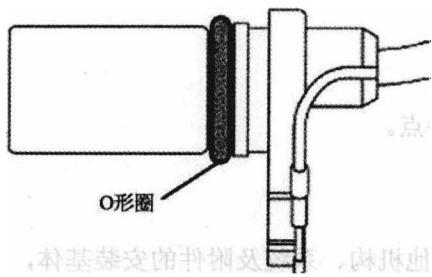
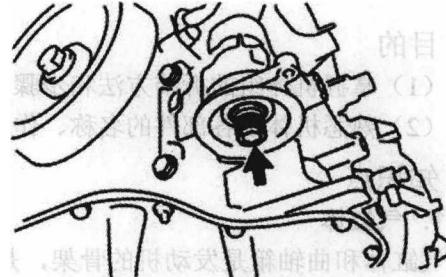

图 1-29 安装曲轴位置传感器
图 1-30 安装机油滤清器接头
- (24) 安装新的垫片和油底壳排放塞，扭矩为 $25\text{N}\cdot\text{m}$ ($255\text{kgf}\cdot\text{cm}$, $18\text{ft}\cdot\text{lbf}$)。
- (25) 安装水泵，安装水泵带轮。
- (26) 安装曲轴位置传感器，在传感器的 O 形圈上涂抹一薄层发动机机油，如图 1-29 所示。将曲轴位置传感器的夹箍安装到水泵上。
- (27) 安装曲轴带轮。
- (28) 安装链条张紧器总成。
- (29) 检查并调整气门间隙。
- (30) 安装凸轮轴位置传感器，在传感器的 O 形圈上涂抹一薄层发动机机油。
- (31) 将垫片安装到气缸盖罩上，除去接触表面上任何机油。
- (32) 安装气缸盖罩，安装机油滤清器接头，如图 1-30 所示，使用 12mm 六角扳手进行安装。
- (33) 安装机油滤清器，给新的机油滤清器垫片涂上干净的发动机机油，轻轻转动机